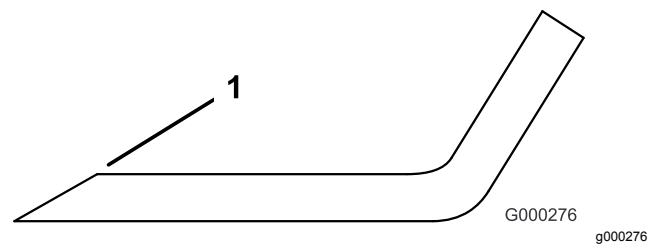

**Figura 115**
2. Examine cuidadosamente as extremidades da lâmina, prestando especial atenção à zona onde se encontram as partes curvas e planas da lâmina (Figura 115).
**Nota:** A areia e os materiais abrasivos podem desgastar o metal entre as partes plana e curva da lâmina; por isso, verifique a lâmina antes de utilizar a máquina. Se verificar que esta zona se encontra desgastada (Figura 115), substitua a lâmina.